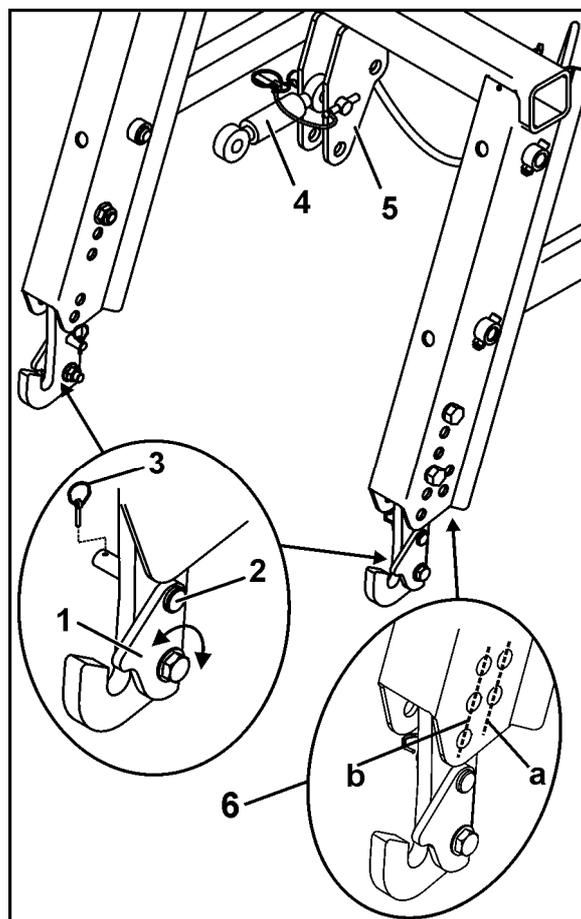

Fig. 39
- Antes de efectuar o acoplamento, prestar atenção a patilhas de retenção (Fig. 39/1) viradas para a frente.
4. Virar as patilhas de retenção (Fig. 39/1) sobre as cavilhas das barras inferiores e proteger cada patilha de retenção com uma cavilha (Fig. 39/2) e um encaixe de charneira (Fig. 39/3).
5. Fixar a barra superior (Fig. 39/4) nos pontos de acoplamento superiores do semeador e o quadro do curso de subida e descida (Fig. 39/5) com as cavilhas e proteger com o encaixe de charneira.
Utilize as diferentes possibilidades de aparafusamento dos ganchos de retenção (Fig. 39/6) de modo a que o semeador seguidor possa ser fixo o mais próximo possível atrás do rolo.